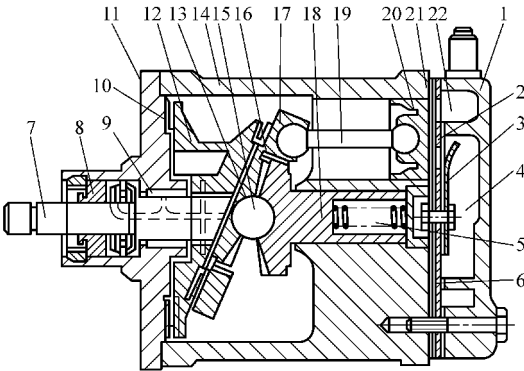

图 8-13 翘板活塞压缩机结构
1) 结构。翘板活塞压缩机的气缸上装有进、排气阀，活塞在气缸内做往复运动，依次进行吸气和压缩行程，其结构如图 8-13 所示。